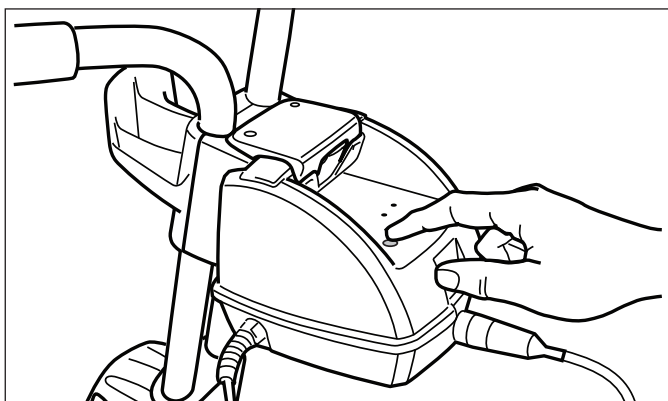

Figure 17. Éteindre le nettoyeur
5. Pour arrêter le nettoyeur pendant un cycle de nettoyage, appuyer sur le bouton « Power (arrêt) ». Se référer à la Figure 17.